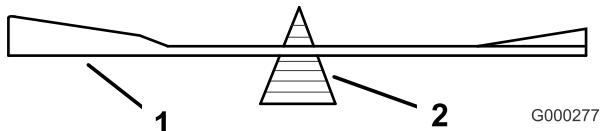

**Figura 77**
1. Utilice una lima para afilar el filo de corte en ambos extremos de la cuchilla (Figura 77). Mantenga el ángulo original. La cuchilla permanece equilibrada si se retira la misma cantidad de material de ambos bordes de corte.